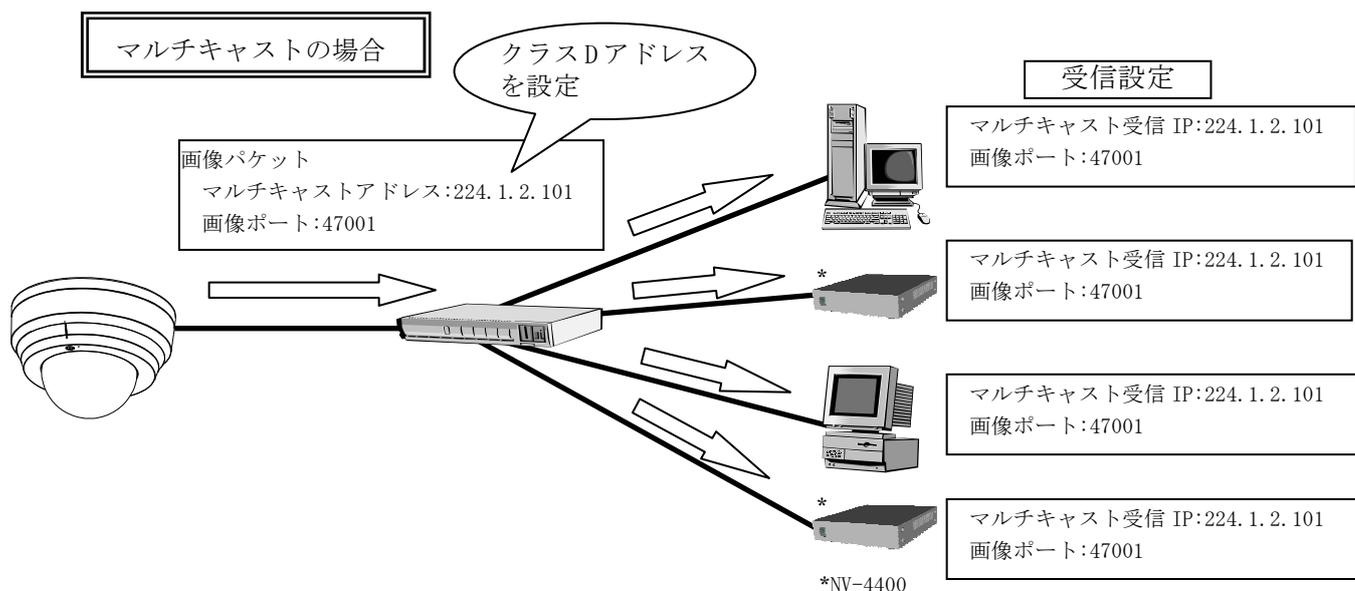

図 9-4 マルチキャストアドレス・画像ポートについて
- (1) マルチキャストアドレスは、RTP/UDP/IP プロトコルで画像配信される際の宛先 IP アドレスです。
- (2) マルチキャストアドレスにクラス D の IP アドレスを指定するとマルチキャスト配信が行えます。
- (3) マルチキャストアドレスに受信側機器の IP アドレスを指定すると RTP/UDP/IP プロトコルによるユニキャスト画像配信も行えます。
- (4) 画像ポートは、画像データを通信するためのポートです。1024～65535 の範囲で設定できます。
- (5) 図 9-4 にその該略図を示します。